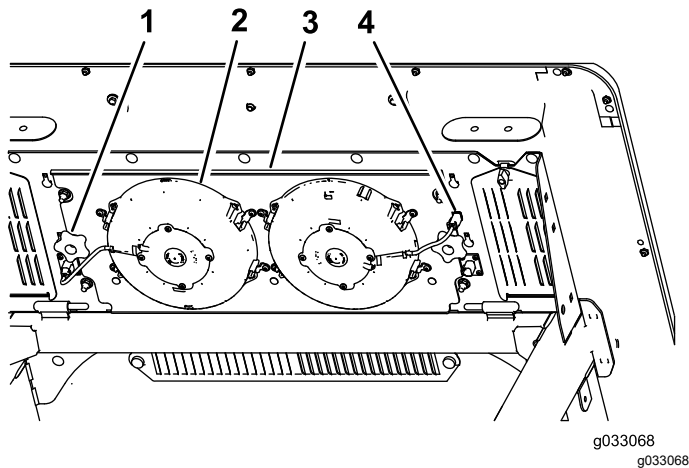

Figura 56
2. Pestaña (4)
3. Desconecte el enchufe y el cable de los ventiladores de la toma (Figura 56).
4. Retire los 2 mandos que fijan el conjunto del panel del ventilador y los ventiladores a la parte inferior de la parte superior de la cabina (Figura 56) y retire el conjunto.